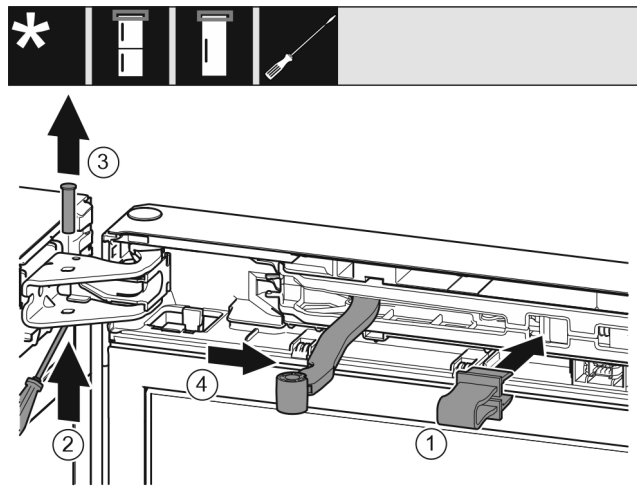

Fig. 9
- ▶ Varovalo zatakните v odprtino. Fig. 9 (1)
- ▶ Sornik potisnite ven z izvijačem. Fig. 9 (2)
- ▶ Sornik izvlecite v smeri navzgor. Fig. 9 (3)
- ▶ Zgibni del zavrtite v smeri vrat. Fig. 9 (4)